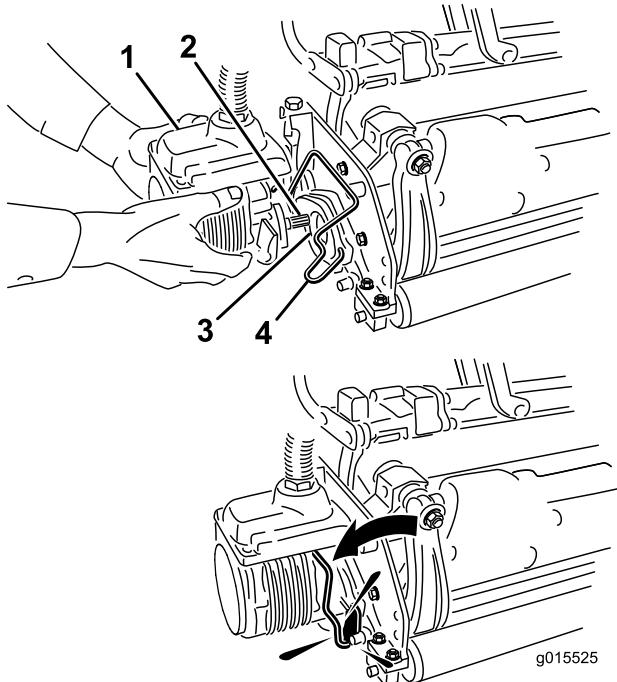

Figura 35
6. Revista o veio estriado do motor da unidade de corte com massa lubrificante limpa (Figura 35).
7. Insira o motor no lado esquerdo da unidade de corte (visto da posição do operador) e empurre a barra de retenção do motor na unidade de corte na direção do motor até ouvir um “clique” de ambos os lados do motor (Figura 35).